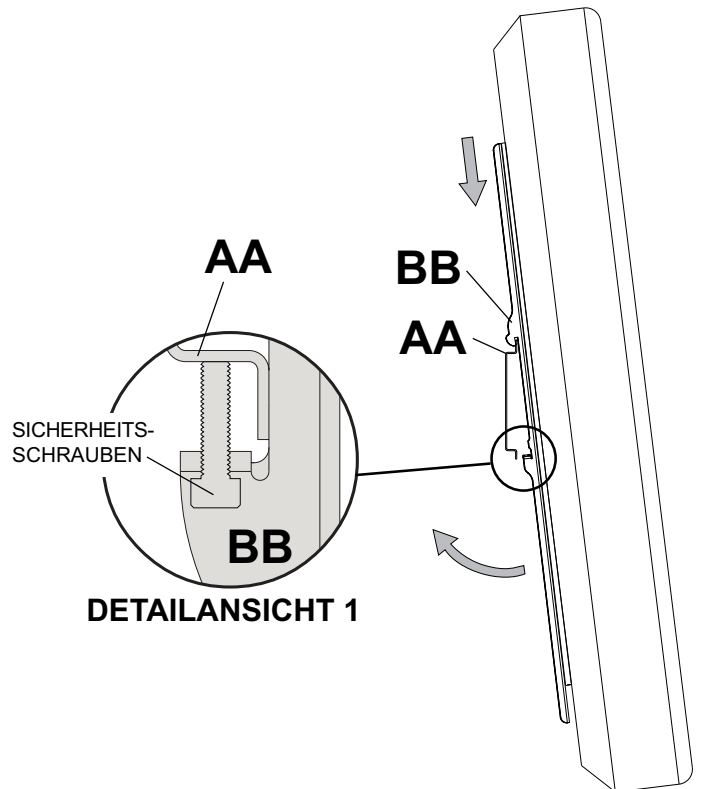

Abbildung. 3.1
**3** Haken Sie die Adapterhalterungen (**BB**) an der Wandplatte (**AA**) ein. Schwenken Sie den Bildschirm dann langsam wie dargestellt heran. Drehen Sie die Sicherheitsschrauben mit Hilfe eines Inbusschlüssels für Sicherheitsschrauben (**EE**) mindestens sechs Mal nach rechts, um ein Entfernen des Bildschirms zu verhindern (siehe Detailansicht 1 in Abbildung 3.1).